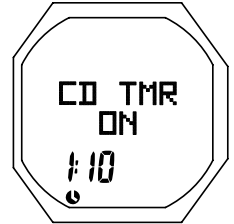

Fig. 136 - ALTERNATIVA 1 INMERSIÓN MODO FREE
**PANTALLA ALTERNATIVA 1 DE INMERSIÓN EN MODO FREE** - Ésta es la información mostrada (Fig. 136)
- > La cuenta regresiva restante (min:seg) con dos puntos parpadeando si está activada la función (ON) y hay una cuenta regresiva en proceso; 0:00 con dos puntos parpadeando si la cuenta regresiva ha finalizado; u OFF con el temporizador de cuenta regresiva previamente fijado.